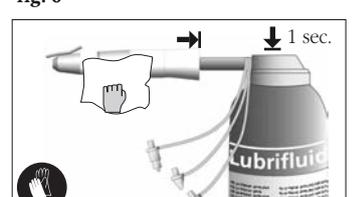

fig. 7
- Introduire l'embout du spray dans l'arrière du manche de l'instrument (fig. 7).